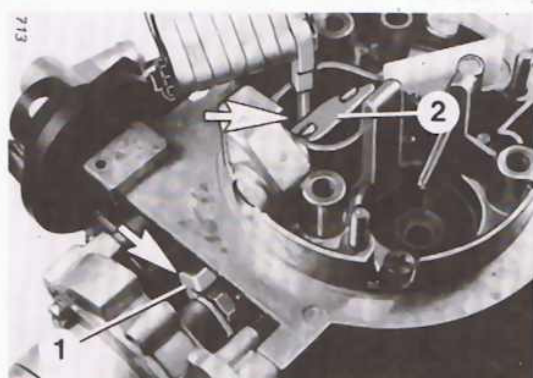

Bild 1
1. LEERLAUFKORREKTUR (Bild 1, 2)
Bild 1 a
Bild 1 b
An Regelventil (1) Bild 1 a bzw. 1 b.
An Regelventil (2) Bild 1 b.
- Hebel (1) Bild 1 in Pfeilrichtung drücken und Spalt an der Starterklappe (2) messen.